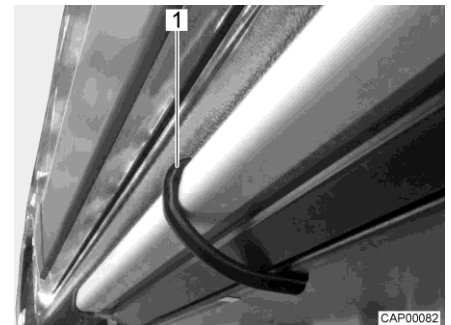

Bild 3 Klämma (fotsteg)
- Säkra fotsteget mot utglidning med klämman (Bild 3,1).